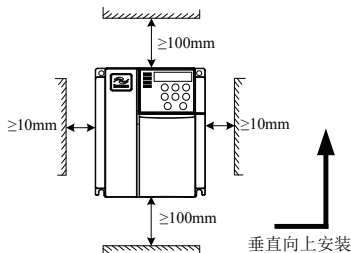

图 3-1 MD210 变频器安装空间要求
- 1) 安装空间要求如图 3-1 所示，需保证变频器有足够的散热空间。预留空间时请考虑柜内其它器件的散热情况。